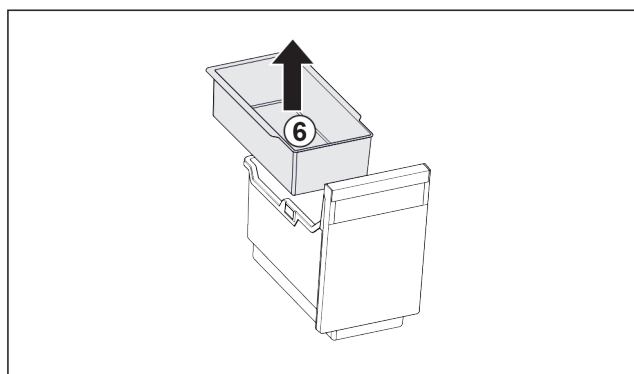

Fig. 34
- Odoberte závesnú misku Fig. 34 (6).